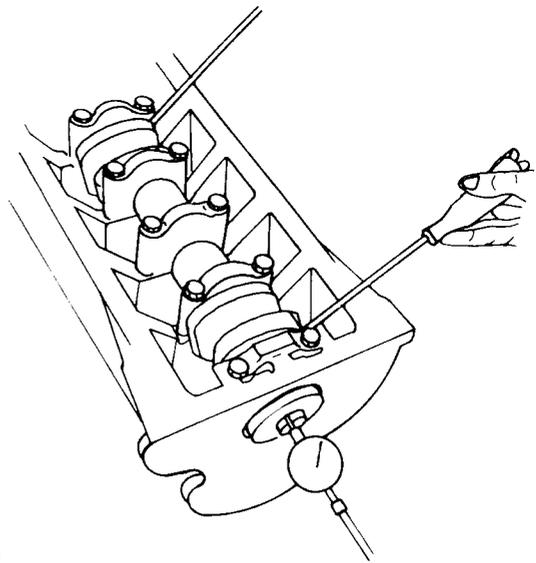

Bild 45
- Eine Messuhr so an der Rückseite des Kurbelgehäuses anbringen, dass der Taststift auf dem Kurbelwellenflansch aufsitzt (Bild 45). Mit zwei Schraubenziehern, wie im Bild gezeigt, die Kurbelwelle in eine Richtung drücken und die Messuhr auf Null stellen. Danach die Welle in die andere Richtung drücken und das Axialspiel ablesen. Das Axialspiel kann verringert werden, indem man die Anlaufscheiben auswechselt, welche in zwei Stärken zur Verfügung stehen. Der mittlere Lagerdeckel muss dazu wieder abgeschraubt werden. Das Axialspiel liegt zwischen 0,07 bis 0,26 mm, jedoch ist ein Höchstspiel von 0,50 mm soeben noch zulässig.